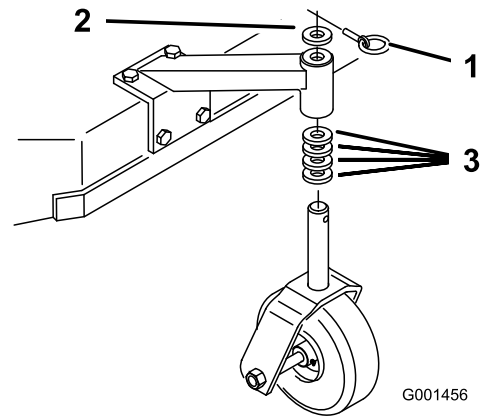

Figure 18
1. En vous reportant à la Tableau des hauteurs de coupe \(page 25\), ajustez les entretoises des roues pivotantes en fonction du trou de réglage de l'essieu sélectionné (Figure 18).
2. Retirez la goupille de verrouillage, sortez la roue pivotante de son support et changez les entretoises (Figure 18).
3. Mettez la roue pivotante en place dans le support et insérez la goupille de verrouillage (Figure 18).